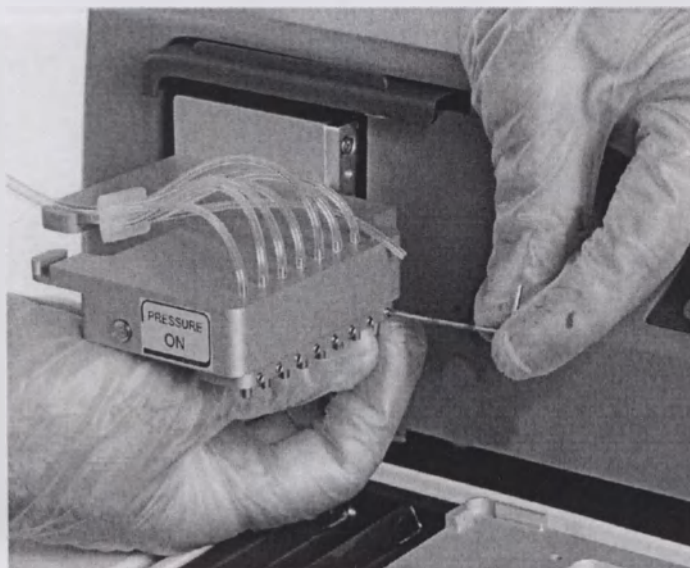

Рисунок 5-28. Освобождение дозирующего клапана
3. Отвинтите винт клапана с помощью отвертки для винтов с шестигранной головкой диаметром 1,5 мм, поставляемой с прибором (рисунок 5-28).